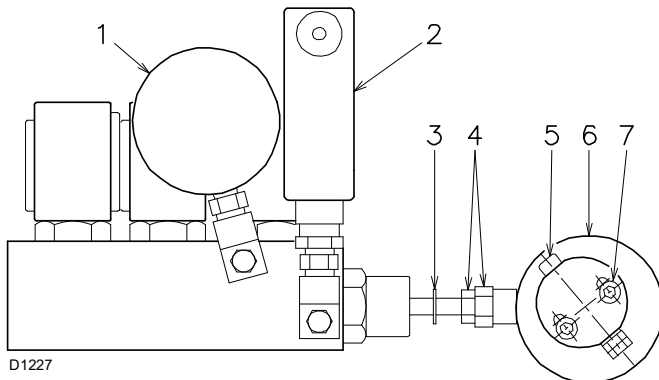

Рис. 27
Значение давления возврата на форсунку указывается на манометре 1) (Рис. 27).
Давления возврата корректируется при помощи эксцентрика 6) (Рис. 27) и гайки с контргайкой 4) (Рис. 27).
- Никогда не доводите поршень регулятора до упора: стопорное кольцо 3) (Рис. 27) определяет максимальный ход.
Производительность форсунки указана на графике (Рис. 26 на стр. 24) напротив давления возврата на форсунку, считанного по манометру 1) (Рис. 27).